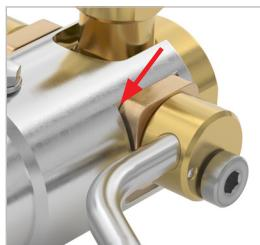

Abbildung 13
- ▶ Bringen Sie mit dem kleinen Schraubendreher einen dünnen Film des WEH® Schmiermittels zwischen den Exzentern (roter Pfeil, Abbildung 12 und Abbildung 13) auf.